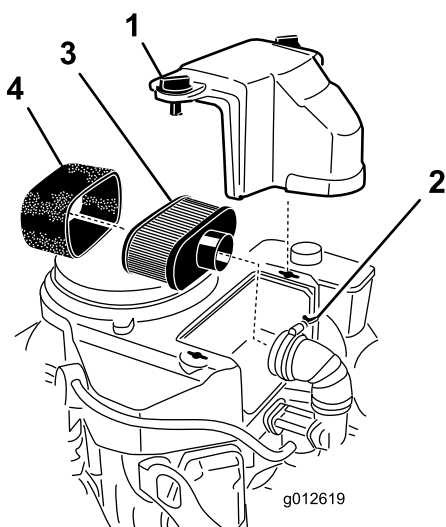

Figura 31
3. Limpie alrededor del limpiador de aire de forma que la suciedad no penetre en el motor y cause daños (**Figura 31**).
4. Afloje los pomos de la cubierta y retire la cubierta del limpiador de aire (**Figura 31**).
5. Afloje la abrazadera y retire el conjunto del limpiador de aire (**Figura 31**).
6. Retire cuidadosamente el filtro de gomaespuma del filtro de papel (Figura 31).
1. Limpie el elemento de papel golpeándolo suavemente para eliminar el polvo. Si está muy sucio, sustituya el elemento de papel (Figura 31).
1. Deslice con cuidado el elemento de gomaespuma sobre el elemento de papel (Figura 31).
2. Coloque el conjunto del limpiador de aire sobre la base del limpiador o la manguera y fíjelo (Figura 31).
3. Coloque en su posición la cubierta del limpiador de aire y apriete los pomos de la cubierta (Figura 31).